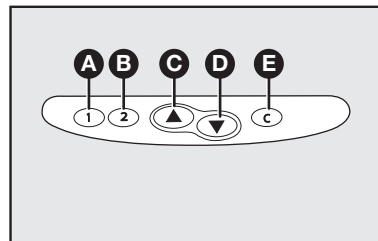

fig. 94
Pressionar brevemente (menos que dois segundos) o botão **C**—fig. 94, para o painel de vidro do teto solar iniciar o movimento de abertura do teto, que prosseguirá automaticamente até o fim de curso.
Pressionar o botão por mais de dois segundos e soltá-lo; o vidro será aberto até a posição de “spoiler”. Um novo toque breve completará a abertura até o fim de curso. Para parar o movimento, pressionar o botão **C–fig. 94** brevemente.
Para abertura do teto solar em posição intermediária, pressionar o botão **C–fig. 94** e mantê-lo pressionado. O teto iniciará o basculamento em etapas e a abertura do vidro ocorrerá até parar de pressionar o botão.
Pressionar brevemente (menos que dois segundos) o botão **D–fig. 94**, para o painel de vidro do teto solar iniciar o movimento de fechamento do teto, que prosseguirá automaticamente até o fim de curso. Para parar o movimento, pressionar o botão **D–fig. 94** brevemente.
Para fechamento do teto solar em posição intermediária, pressionar o botão **D–fig. 94** e mantê-lo pressionado. O teto iniciará o fechamento do vidro até parar de pressionar o botão.
É possível memorizar a posição de abertura ou fechamento do teto solar em posições intermediárias, utilizando os botões **A e B–fig. 94**.
Para memorizar a posição intermediária de abertura do teto solar, pressionar o botão **A–fig. 94** na posição desejada e soltá-los quando ouvir o beep de confirmação. Fazer o mesmo procedimento para fechamento, pressionando o botão **B–fig. 94**.
**Limpar periodicamente e/ou de acordo com a necessidade, os mecanismos de movimentação do teto solar e guarnições fig. 94. Colocar o vidro na posição de máxima abertura e limpar com um pano úmido ou esponja não abrasiva para eliminar os resíduos (poeira, folhas de árvore, etc.).**